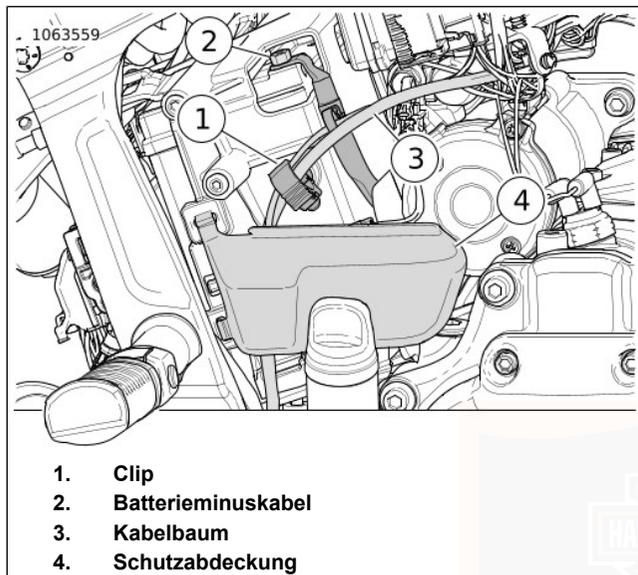
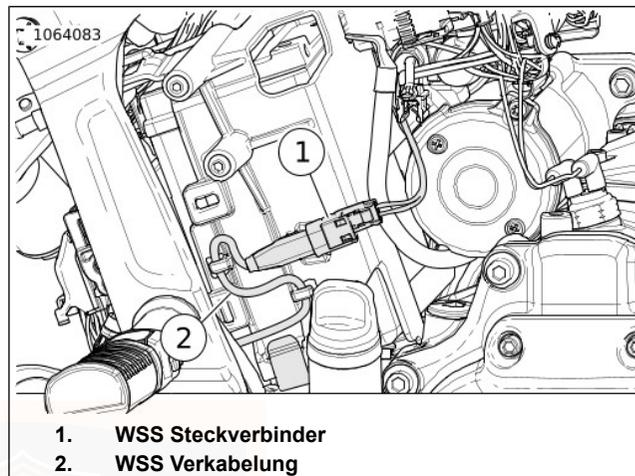
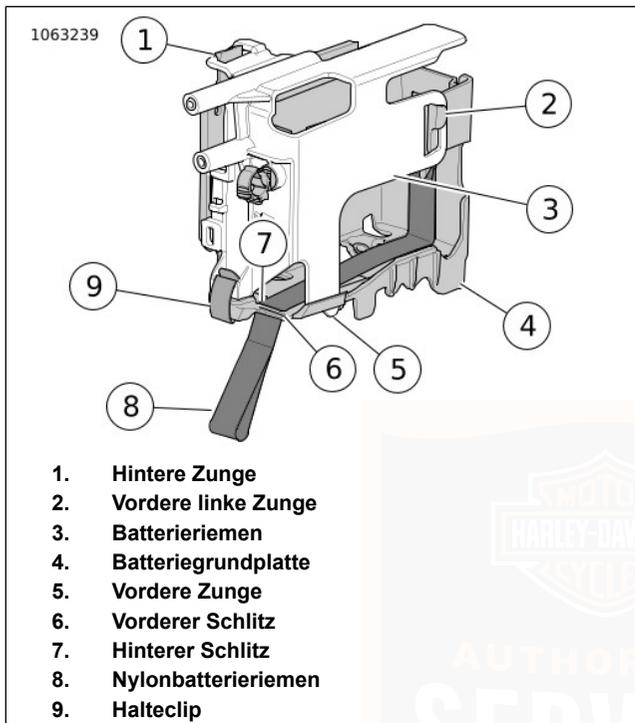

Abbildung 75. Batterieminskabel und Schutzabdeckung
Abbildung 76. WSS und Verkabelung
Abbildung 77. Batterieriemens und -grundplatte: (zur besseren Sicht ausgebaut)
- 3. Siehe Abbildung 75. Batterieminuskabel abklemmen (2).
- 4. Die Schutzabdeckung (4) entfernen.
- 5. Clip (1) öffnen und den Kabelbaum (3) zur Seite schieben.
- 6. Siehe Abbildung 76. Raddrehzahlsensor (WSS)-Steckverbinder (1) abziehen.
- 7. Entfernen Sie die WSS Verkabelung (2) von den Kabelführungen und dann die Verkabelung aus den Batterieriemen.
- 8. Siehe Abbildung 77. Den Batterieriemen abnehmen.
- a. Den Halteclip (9) lösen.
- b. Die hintere Zunge (1) vom Batterieriemen (3) zur Batteriegrundplatte (4) abklemmen.
- c. Die vordere linke Zunge (2) vom Batterieriemen zur Batteriegrundplatte abklemmen.
1. Siehe Abbildung 77. Die Batterie einbauen.
- a. Den Nylonbatterieriemen (8) am Boden der Batteriegrundplatte (4) platzieren.
- b. Den Nylonbatterieriemens in den hinteren Schlitz (7) der Batteriegrundplatte einschieben.
4. Den Batterieriemens (3) anbringen.
- b. Die vordere linke Zunge (2) vom Batterieriemens zur Batteriegrundplatte anschließen.
- c. Die hintere Zunge (1) vom Batterieriemens zur Batteriegrundplatte anschließen.
- d. Den Halteclip (9) schließen.
5. Siehe Abbildung 76. Die WSS-Verkabelung (2) am Batterieriemens anbringen.
6. Den WSS-Steckverbinder (1) abziehen.
7. Siehe Abbildung 75. Kabelbäume (3) und Verschluss-Clip (1) positionieren.
8. Das Batteriminuskabel (2) an den Minuspol der Batterie anschließen. Festziehen. 8,1–10,8 N·m (72–96 **in-lbs**)
9. Die Schutzabdeckung (4) anbringen.